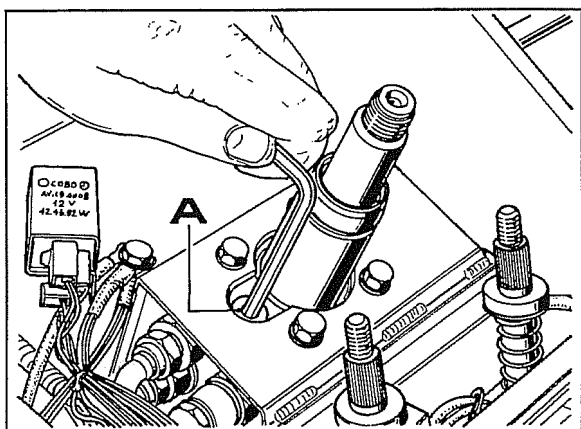
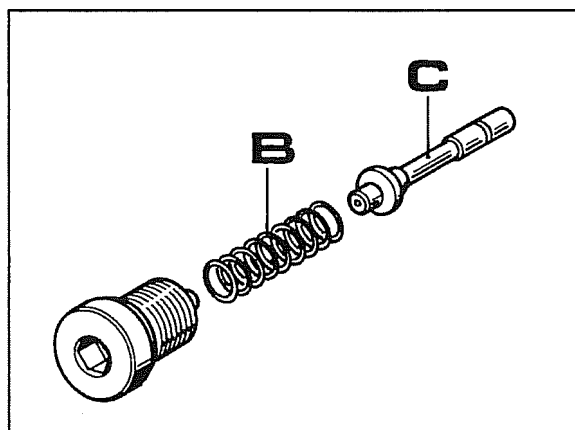

Fig. 58
Fig. 59
- c. Desatarraxar a tampa **A** fig.58 que faz parte da válvula de máxima e a seguir extrair a mola **B** e o perno **C** (fig.59).
A fig.59 mostra os componentes da válvula de máxima que devem ser lavados, soprados e oleados com óleo do mesmo tipo, antes de serem montados.